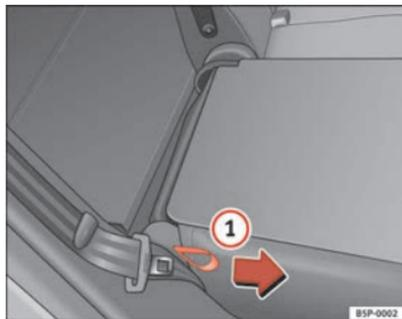

Fig. 100 Rabattre ou relever le dossier de la banquette arrière
- Tirez sur la dragonne latérale de la banquette ⇒ fig. 100 ① dans le sens de la flèche et relevez le dossier jusqu'à ce qu'il s'enclenche dans sa position.